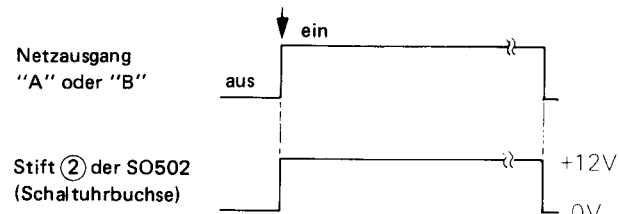

Abbildung 30-2
Das Kassettengerät ist auf eine Weise konstruiert, daß es den Schaltuhr-Startbetrieb nicht ausführt, wenn der Netzsteckdosenschalter "A" oder "B" der als Zusatzgerät erhältlichen Zeitschaltuhr AD-200T (H, B, S oder D) auf die "on" (EIN)-Stellung gestellt wurde. Aus der Abb. 30-2 ist ersichtlich, daß bei "on"-Stellung des Netzsteckdosenschalters "A" oder "B", Wechselstrom (Netzstrom), sowie Gleichstrom (ungefähr 12 V) zum Stift ② der Schaltuhrbuchse (SO502) geleitet wird, von der sie in den Basiseingang des Transistors (Q12) gelangen, um diesen Transistor einzuschalten. Als Ergebnis davon wird das Potential am Kollektor des Transistors (Q12) auf "Low"-Pegel gebracht und das Signal am Ausgang (O18) des Mikroprozessors kann nicht mehr in den Eingang ($\bar{K}1$) gelangen. Dadurch, gleichgültig, ob die Schaltuhr-Starttaste (SW22) auf "play" oder "record" gestellt wurde, verhält sich der Mikroprozessor, als wenn die Schaltuhr-Starttaste auf die "off" (AUS)-Stellung gestellt wurde. Folglich wird kein Schaltuhr-Startbetrieb vorgenommen.